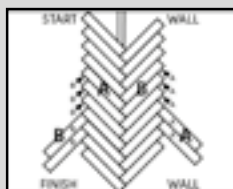

Fig. 7
8. Comience en la "pared final" y deslice la junta final de un tablón "B" en el lado de un tablón "A". Deslice el tablón "B" hacia el extremo del tablón "A" en un ligero ángulo hasta que quede ajustada (Fig. 7). Nota: si hay alguna desviación de la línea central, el producto puede moverse de un lado a otro por el suelo (Fig. 7).